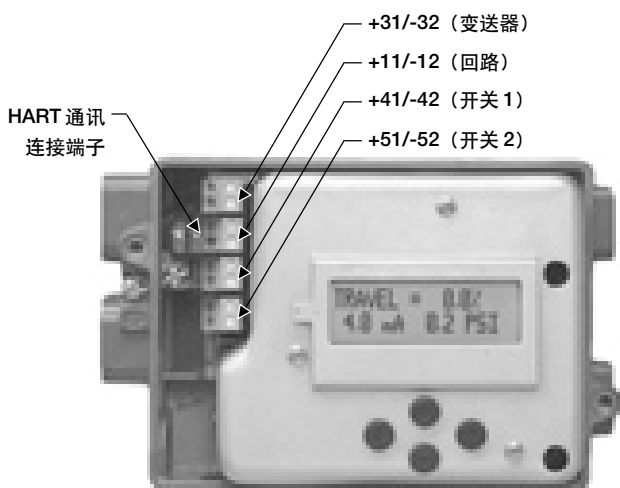

图 2-14. 回路、变送器与开关端子
3. 把控制系统输出卡上的正极“输出电流”端接到标号为“+41”的接线端。再将负极“输出电流”（或叫返回）端接到标号为“-42”的接线端。参照图 2-14。
为“+31”的接线端。再将负极“输入电流”的导线接到标号为“-32”的接线端。参照图 2-14。
一个 HART 通讯设备，如 375 型现场通讯器或通过 HART 调制解调器运行 AMS ValveLink 软件的个人电脑，均可与 DVC2000 系列数字式阀门控制器进行通讯。可以在 4-20 mA 回路上的任意点连接。另外，接线板上设置有便利的通讯接线端子（见图 2-14）。在开始数字通讯之前必须先给设备供电。